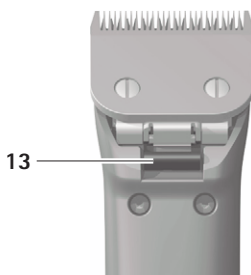

Fig. 4
- Tryck på klipphuvudets spärr 14, se Fig. 4.